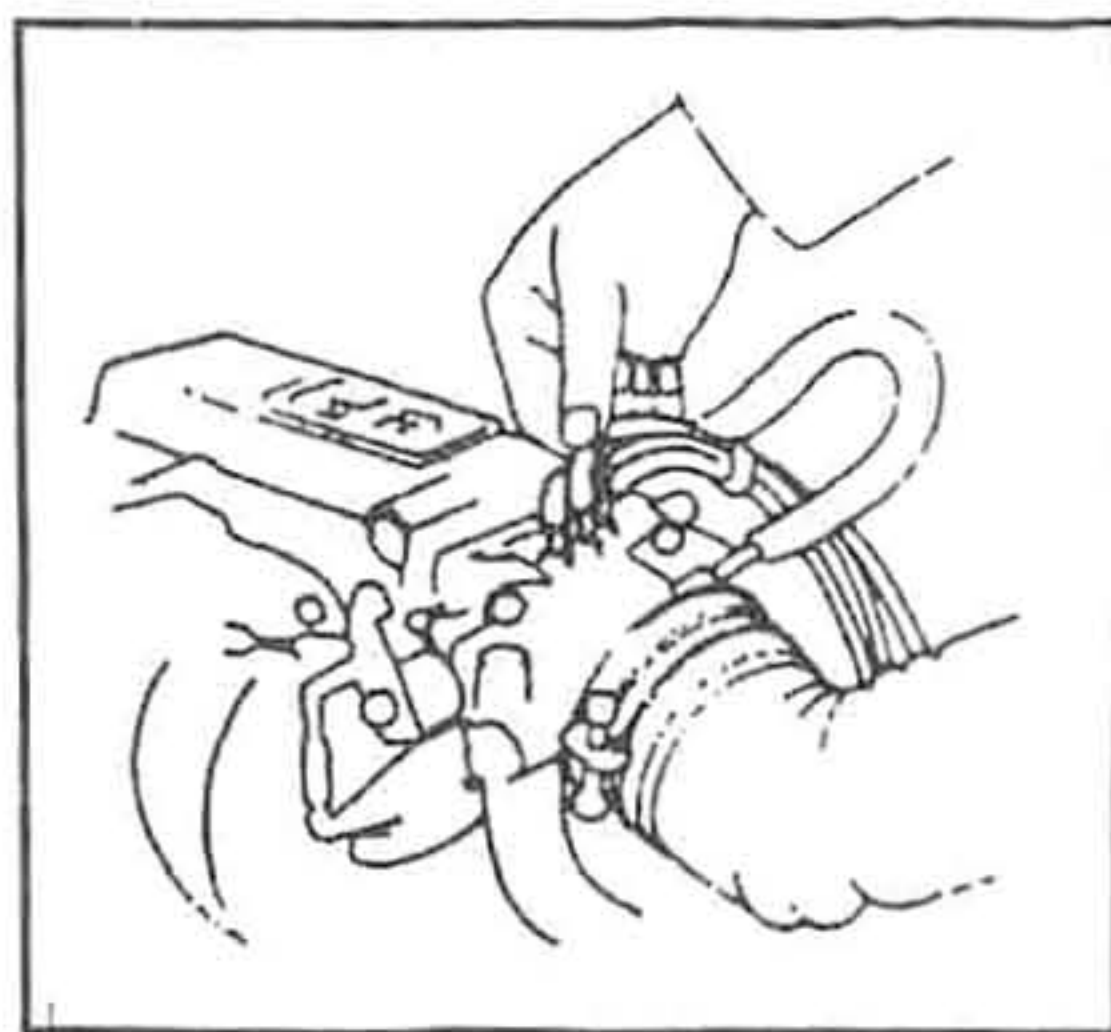

Рис. 186.
2. Запустите двигатель. Отсоединяя шланги, проверьте наличие вакуума для каждого выхода дроссельной заслонки (рис. 186). Вакуума не должно быть в режиме холостого хода, и он должен быть в режиме 3000 об/мин.